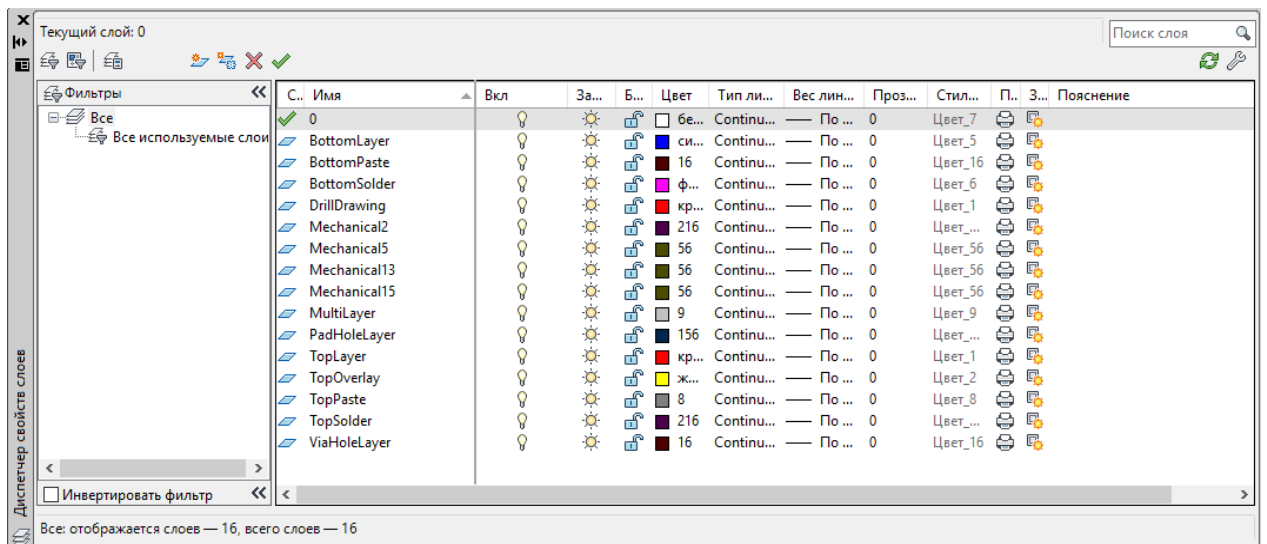

Рис.9. Менеджер шарів
2.6. Переходимо на файл з платою й вмикаємо менеджер шарів (Рис.9)